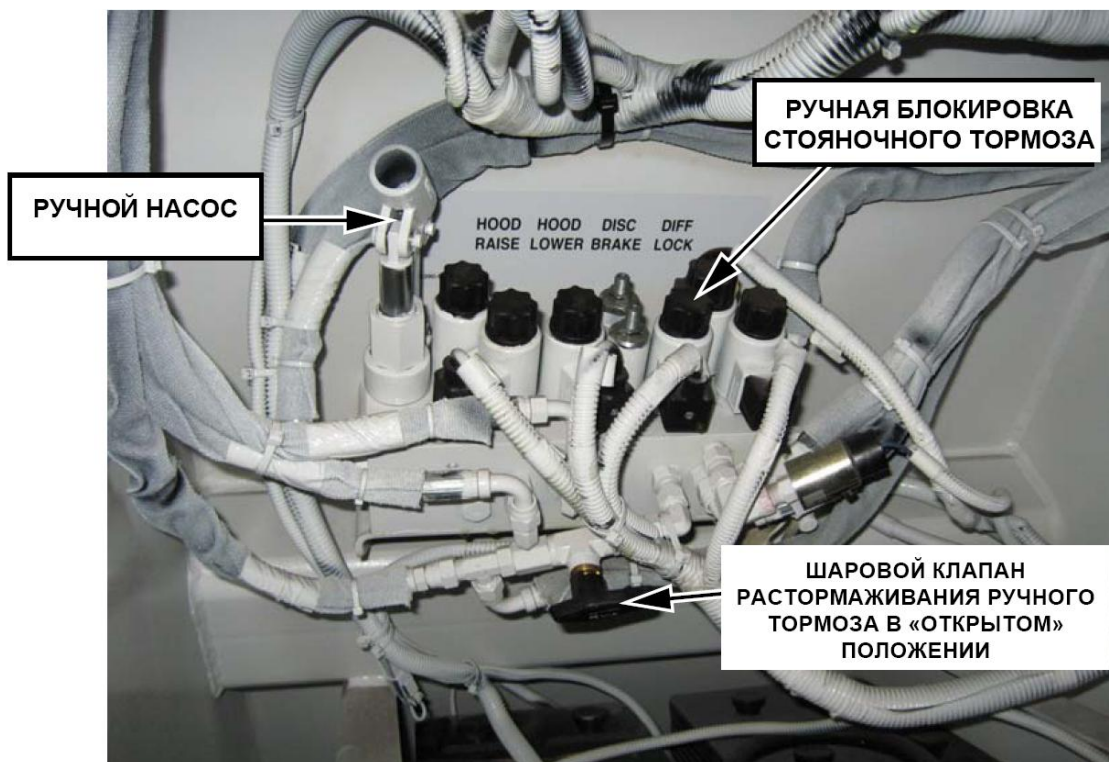

РИСУНОК 23
1. Включите ручную блокировку на электромагните тормоза, удаляя крышку блокировки и поворачивая ручку блокировки против часовой стрелки до её остановки (рисунок 23).